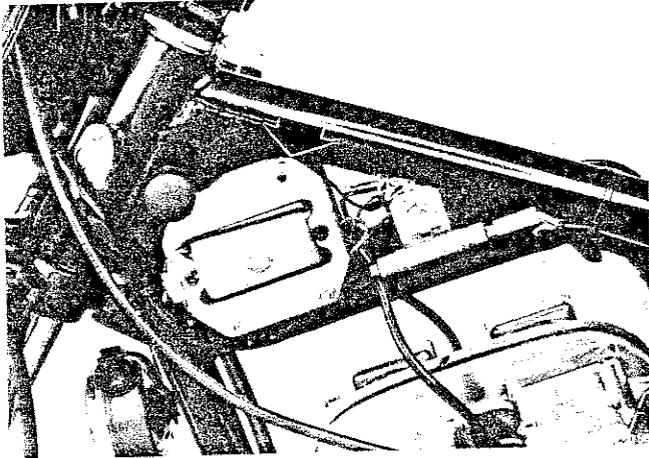

Fig. 176
- 2) Bobine d'accensione: sono sistemate sotto il serbatoio e fornite di alette di raffreddamento che non vanno assolutamente tolte o modificate (Fig. 176).
- 2) The ignition coils are located under the fuel tank and feature cooling fins that should not be removed or modified (Fig. 176).